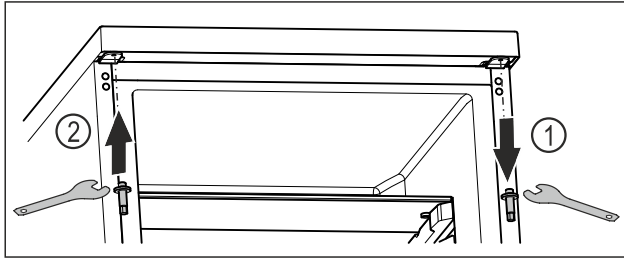

Fig. 19
- ▶ Draai de bovenste bout los met een inbussleutel. Fig. 19 (1)
- ▶ Draai de bout aan de andere kant vast met een inbussleutel. Fig. 19 (2)